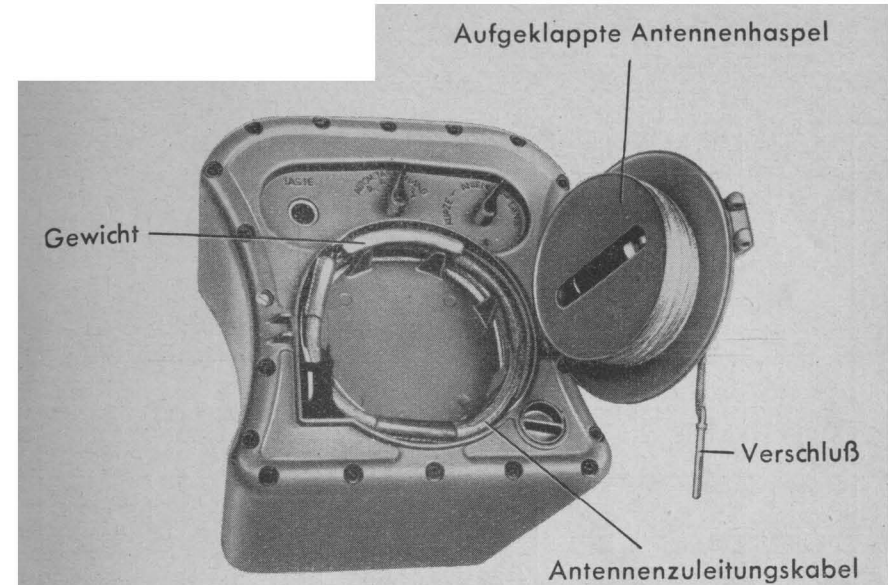

Abb. 21. Richtige Lage des Antennenzuleitungskabels
**Dem Einlegen des Antennenzuleitungskabels muß größte Sorgfalt gewidmet werden!** (Siehe Abb. 21).